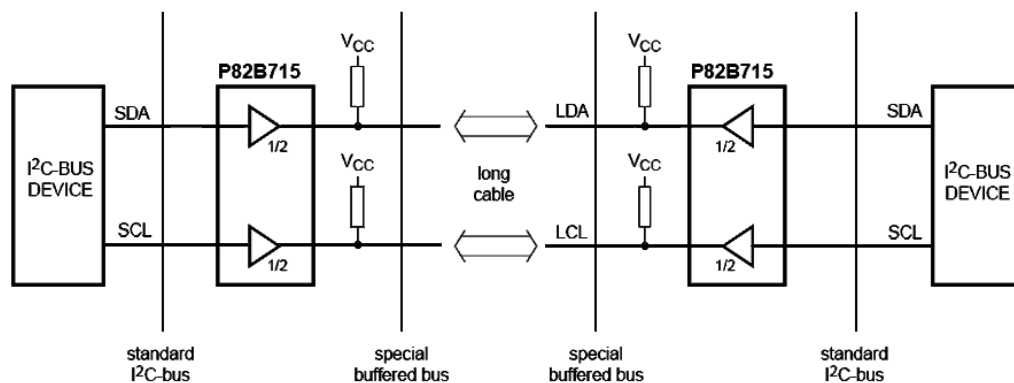

Bild 4.11: Anschlussschema des Busextenders P82B715
- Unterstützt die bidirektionale Datenübertragung von I²C-Bus-Signalen (Bild 4.11)